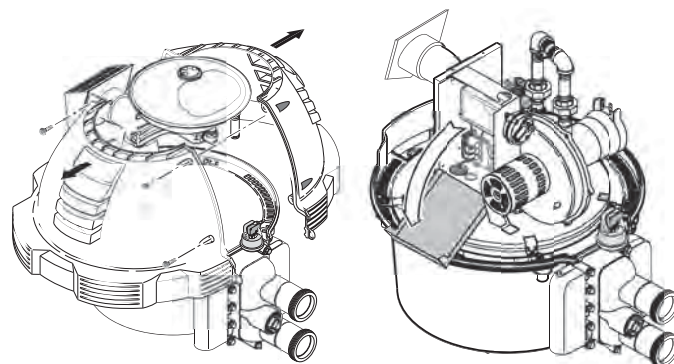

Figure 24.
- Déboulonner et retirer les demi-corps supérieurs (voir la Figure 24).